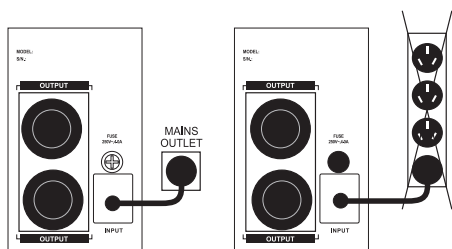

Fig. 2
- Non collegare l'UPS a una scarpetta, a meno che questa non abbia un controllo di massa. **(vedi Fig. 2)**